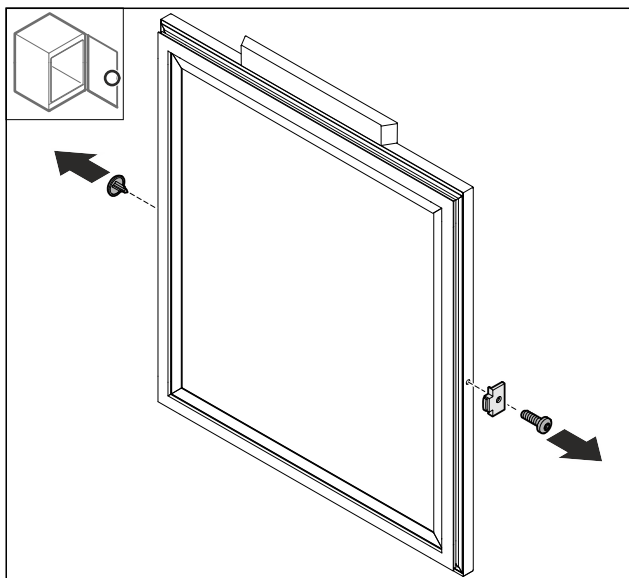

Fig. 69
- Fjern dekkelet Fig. 69 (1).
- Demonter dørstopperen Fig. 69 (2).